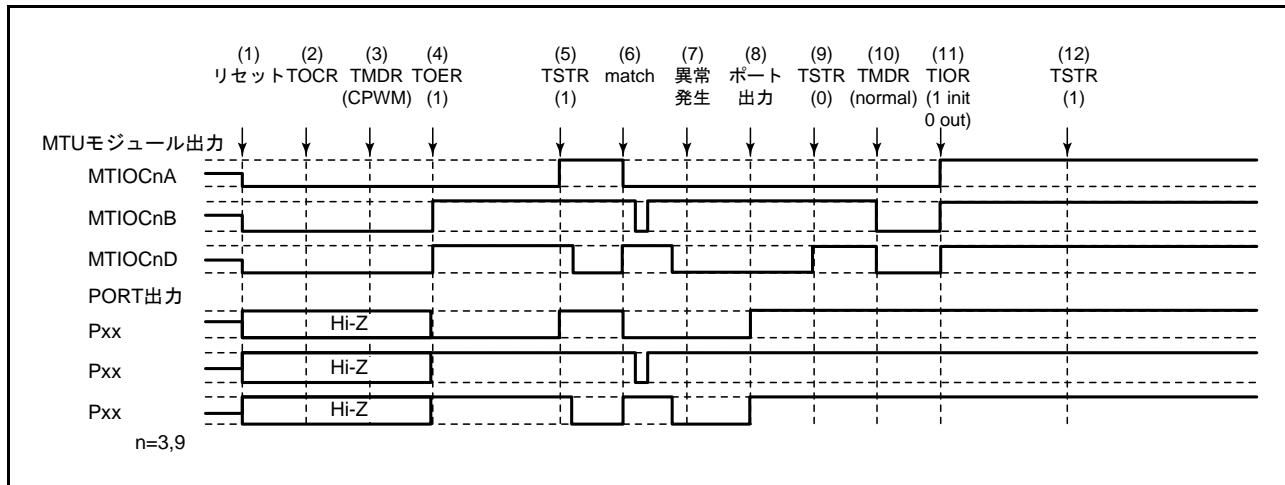

図 18.145 相補 PWM モードで異常が発生し、ノーマルモードで復帰する場合
相補 PWM モードで異常が発生し、再設定後ノーマルモードで再スタートする場合の説明図を図 18.145 に示します。
(1) ~ (9) は図 18.145 と共通です。
(10) PWM モード 1 を設定してください (MTU 出力は Low となります)。
(11) TIOR で端子を初期化してください (PWM モード 1 では MTIOCnB 側は初期化されません)。
(12) TSTR で再スタートします。
(23) 相補 PWM モードで動作中に異常が発生し、相補 PWM モードで再スタートする場合の動作
(10) TSTR で再スタートします。
(11) コンペアマッチの発生により相補 PWM 波形を出力します。
(24) 相補 PWM モードで動作中に異常が発生し、相補 PWM モードで新たに再スタートする場合の動作
- (1) ~ (9) は図 18.145 と共通です。
- (10) ノーマルモードを設定し新しい設定値を設定してください（MTU 出力は Low となります）。
- (11) TOER でチャネル 3、4（またはチャネル 9、10）の出力を禁止してください。
- (12) TOCR で相補 PWM モードの出力レベルと周期出力の許可禁止を選択してください。
- (13) 相補 PWM を設定します。
- (14) TOER でチャネル 3、4（またはチャネル 9、10）の出力を許可してください。
- (15) TSTR で再スタートします。
(25) 相補 PWM モードで動作中に異常が発生し、リセット同期 PWM モードで再スタートする場合の動作
- (10) ノーマルモードを設定してください (MTU 出力は Low となります)。
- (11) TOER でチャネル 3、4 (またはチャネル 9、10) の出力を禁止してください。
- (12) TOCR でリセット同期 PWM モードの出力レベルと周期出力の許可禁止を選択してください。
- (13) リセット同期 PWM を設定します。
- (14) TOER でチャネル 3、4 (またはチャネル 9、10) の出力を許可してください。
(26) リセット同期 PWM モードで動作中に異常が発生し、ノーマルモードで再スタートする場合の動作